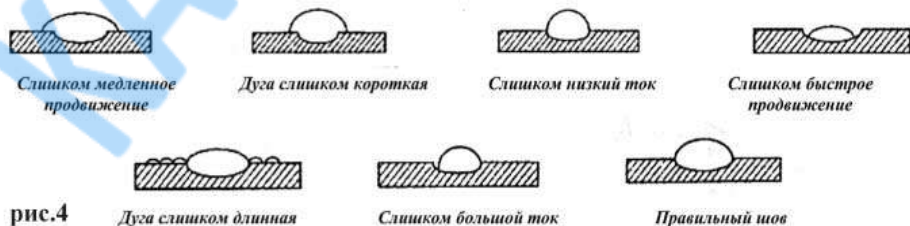

рис.4
6.8 Параметры сварочных швов (см.рис.4)